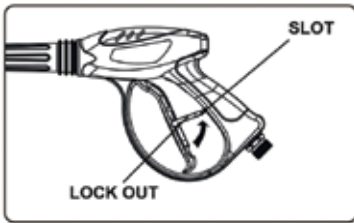

Fig. 14
**Verwenden der Spritzpistole (siehe Abb. 14 - 15)**